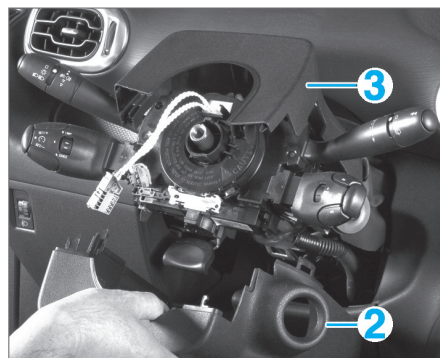

FIG. 3
- la garniture inférieure (2) de la garniture supérieure (3) (Fig.3),